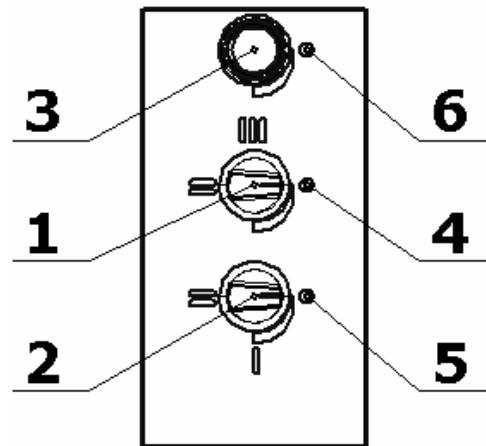

Рис.4
- Снять панель управления (см. рис.4);
4.4 Ступенчатое регулирование мощности верхних и нижних ТЭНов осуществляется установкой ручек соответствующих переключателей (рис.4, поз.1, 2) в фиксированные положения, обозначенные на панели управления символами I, II и III, что соответствует режимам нагрева ТЭНов: слабый, средний и сильный. При этом мощность ТЭНов изменяется следующим образом: 0,68 – 1,25 – 2,75 кВт. Отключение верхних и нижних ТЭНов производится установкой ручек соответствующих переключателей в положение «0» (на сигнальные лампы, рис.4, поз.4, 5).
Установка и автоматическое поддерживание необходимой температуры (от 50 до 300°C) в камере осуществляется терморегулятором (рис.4, поз.3).
Переключатели верхних и нижних ТЭНов, а также терморегулятор снабжены сигнальными лампами (рис.4, поз.4, 5 и 6).
7.3 Установите ручки переключателей (рис.4, поз. 1, 2) нижних и верхних ТЭНов в положения I, II или III (должны загореться сигнальные лампы рис.4, поз.4, 5).
7.7 После окончания приготовления продукта отключите напряжение, подаваемое на нагревательные элементы секции, установив рукоятки переключателей (рис.4, поз. 1, 2) нижних и верхних ТЭНов в положение «0» (сигнальные лампы рис.4, поз.4, 5 должны погаснуть).
7.2 Установите (по часовой стрелке) лимбом терморегулятора (рис.4, поз.3) температуру, предусмотренную технологией приготовления продукта или выпечки (должна загореться сигнальная лампа рис.4. поз.6).